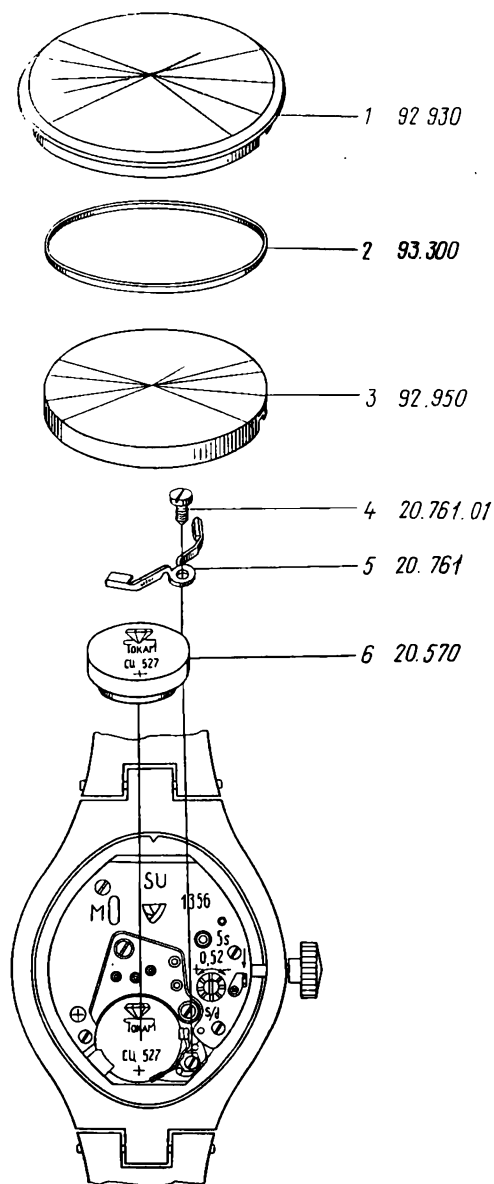

Рис. 20
2. Открыть и снять крышку (дно) 1 (рис. 20)